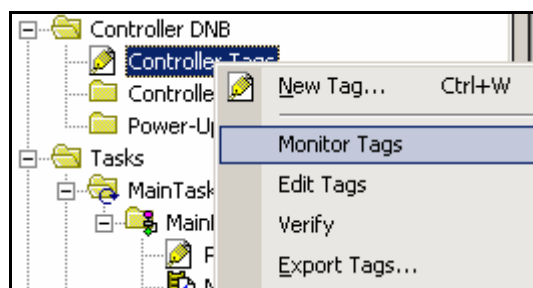

图 3-81 监视标签
15. 左键单击选择 Controller Tags (控制器域标签), 单击右键在弹出菜单中选择 Monitor Tags (监视标签), 弹出如图 3-81 所示窗口。